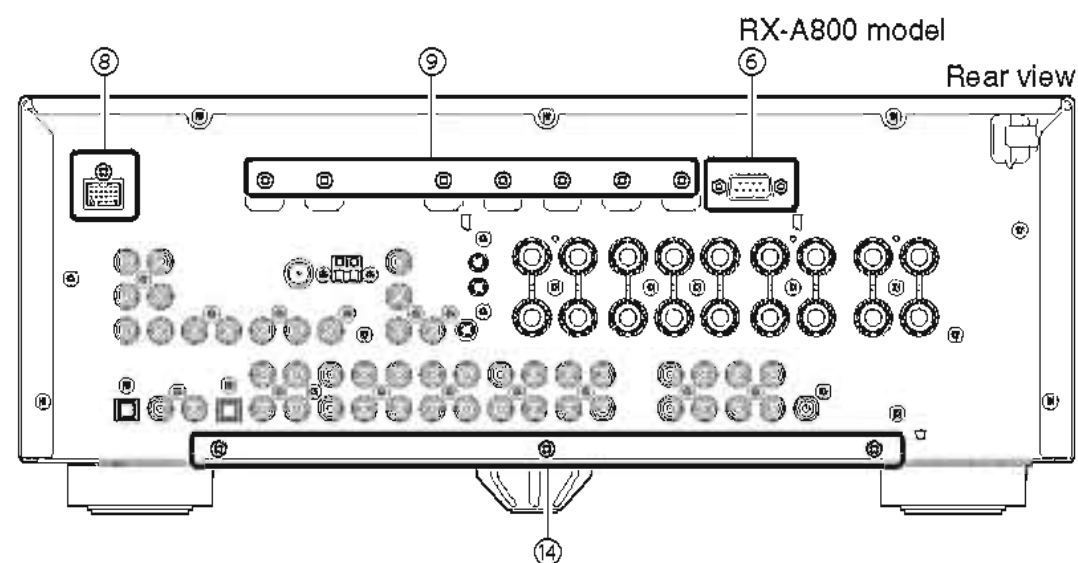

Fig. 3
- Remove 2 jack screws (⑥). (Fig. 3)
- Remove screw (⑧) and 7 screws (⑨). (Fig. 3)
- ⑧のネジ1本、⑨のネジ7本を外します。(Fig. 3)
- Remove 3 screws (⑭). (Fig. 3)
- ⑭ のネジ 3 本を外します。(Fig. 3)
- d. Remove 3 screws (⑭). (Fig. 3)
- d. ⑭ のネジ 3 本を外します。(Fig. 3)